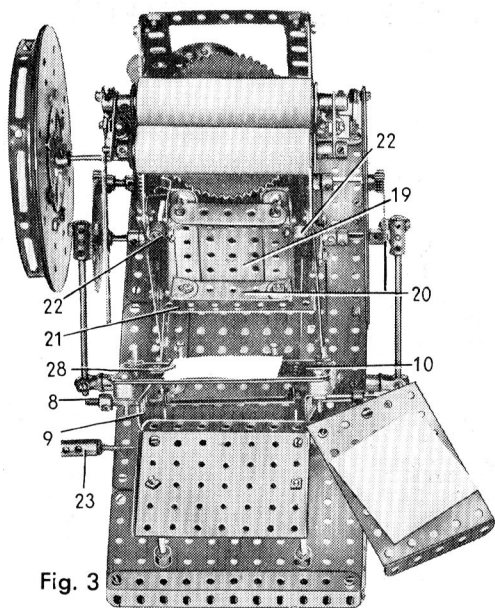

Fig. 3
renforcé par deux bandes de 5 trous et réuni aux cornières de 7 trous par des équerres. Deux cornières de 5 trous (20) superposées sont également reliées aux cornières de 7 trous par des équerres. Le tout doit former une boîte carrée de 5 trous de côté dans laquelle est serrée la composition. La forme repose sur une bande coudeée de  $90 \times 12$  mm. (21) contre laquelle elle est calée par des boulons (fig. 3). Le bord supérieur de la forme est serré contre le « marbre » (ou berceau) par des boulons bloqués dans des bagues d'arrêt (22). Ces bagues d'arrêt sont fixées sur des tringles de 5 cm. qui passent dans la plaque (18). Un ressort de compression et une seconde bague d'arrêt sont montés sur chaque tringle derrière la plaque.